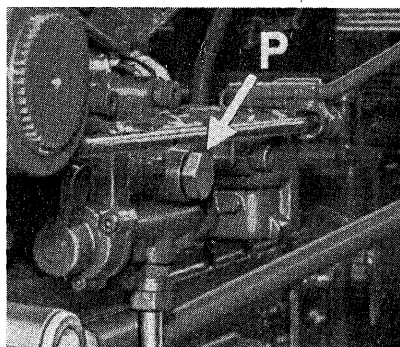

Fig. 29.
1. Skru den i fig. 29 viste prop for udtag til fremmed arbejdscylinder ud og monter i stedet den til værktøjssættet hørende aftapningsprop med slange. Start traktoren og lad motoren køre så langsomt som muligt. Sæt hydraulikhåndtaget i sænkestilling og tryk hydraulikarmene helt ned. Derved trykkes olien ud af løftecylinderen. Mens hydraulikarmene holdes nede i sænket stilling, sættes manøvrerhåndtaget i løftestilling. Hold det her, indtil olien er hørt op med at løbe ud af aftapningsslangen. Motoren skal derpå omgående standses, idet hydraulikpumpen ikke tåler at køre uden olie. Monter derefter igen proppen for udtag til fremmed arbejdscylinder.